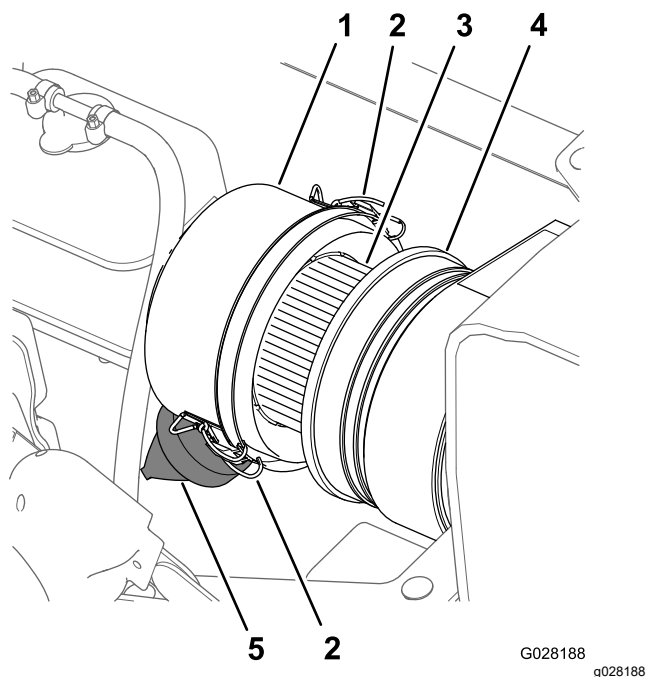

Рисунок 76
3. Очистите пылезащитную крышку и корпус воздухоочистителя (Рисунок 76).
4. Проверьте корпус воздухоочистителя на отсутствие повреждений, которые могли бы вызвать утечку воздуха (Рисунок 76).
5. Сожмите пылезащитный клапан, чтобы очистить его от загрязнений, пыли и мусора (Рисунок 76).
7. Проверьте элемент воздушного фильтра на чрезмерное скопление пыли, загрязнений и мусора (Рисунок 76).
8. Установите пылезащитную крышку на корпус воздухоочистителя и зафиксируйте ее двумя защелками (Рисунок 76).
2. Очистите пылезащитную крышку и корпус воздухоочистителя (Рисунок 76).
4. Отпустите 2 защелки, фиксирующие пылезащитную крышку на корпусе воздухоочистителя (Рисунок 76).
клапан влажной тканью (Рисунок 76 и Рисунок 77).